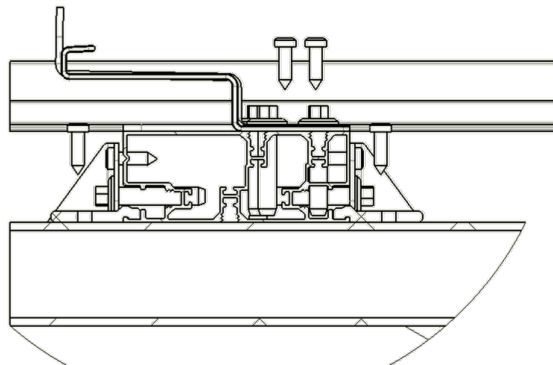

Abbildung 5 Befestigung und Verankerungstiefe
- Die Anschlagereinrichtung wird mit den mitgelieferten Schrauben **zwischen zwei Konterlatten** befestigt, siehe Abbildung 5. Das maximale Sprungmass zwischen den Konterlatten beträgt 1330 mm.